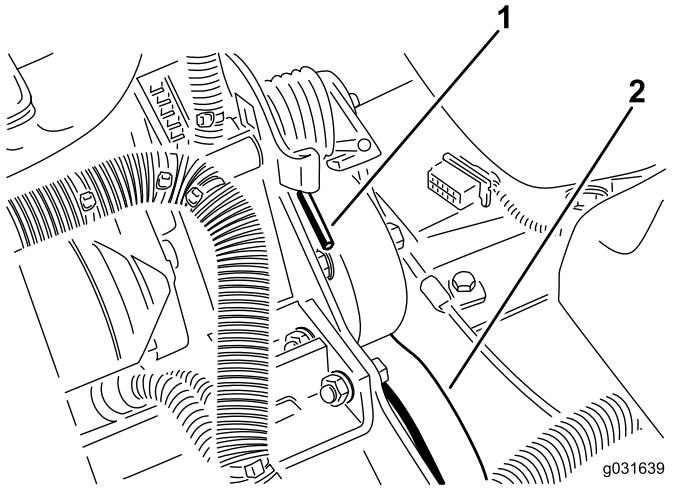

Рисунок 60
- Нажмите вниз и вперед на конец пружины, чтобы вывести ее из зацепления с кронштейном и снять натяжение пружины (Рисунок 60).